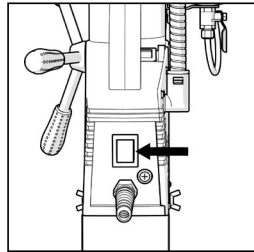

Fig. 4
- Accione el interruptor rojo (Fig. 4) situado en la parte trasera de la máquina para activar el imán.